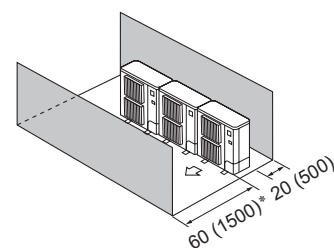

Fig. 2-14
- ④ Obstáculos en la parte delantera y trasera (Fig. 2-14)